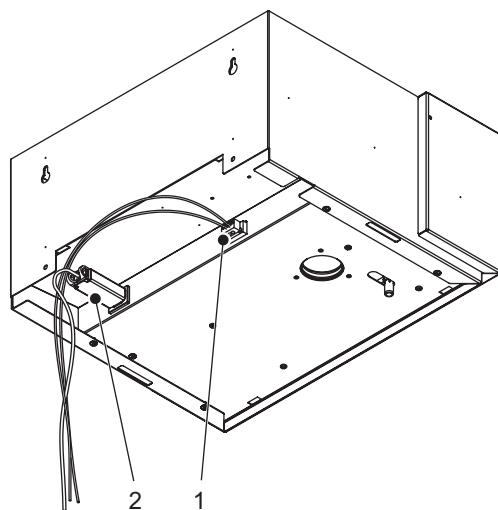

Figure 17 : Connexions électriques de l'unité de ventilation
- a. Enficher le câble de raccordement au réseau et le câble de la boucle de sécurité (fourni) à la prise appropriée sur l'arrière de l'unité de ventilation (fourni). Consulter la Figure 17.